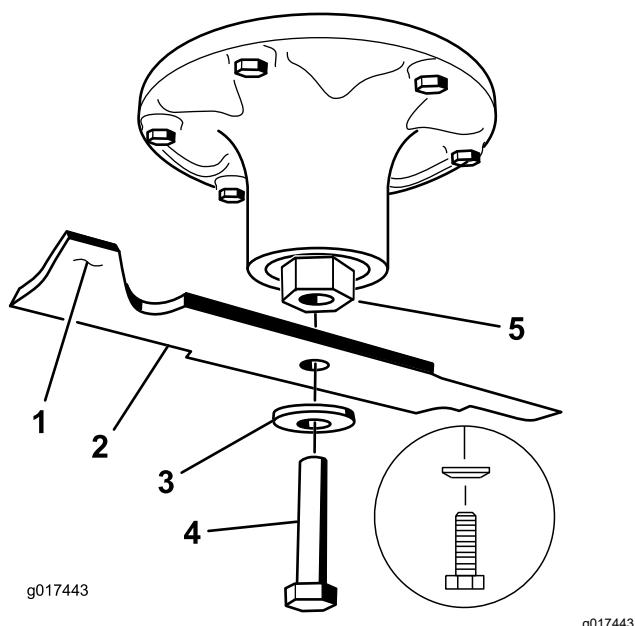

Figura 101
2. Retire del eje el perno de la cuchilla, la arandela curva y la cuchilla (Figura 101).
1. Instale la cuchilla en el eje (Figura 101).
2. Instale la arandela curva y el perno de la cuchilla (Figura 101).